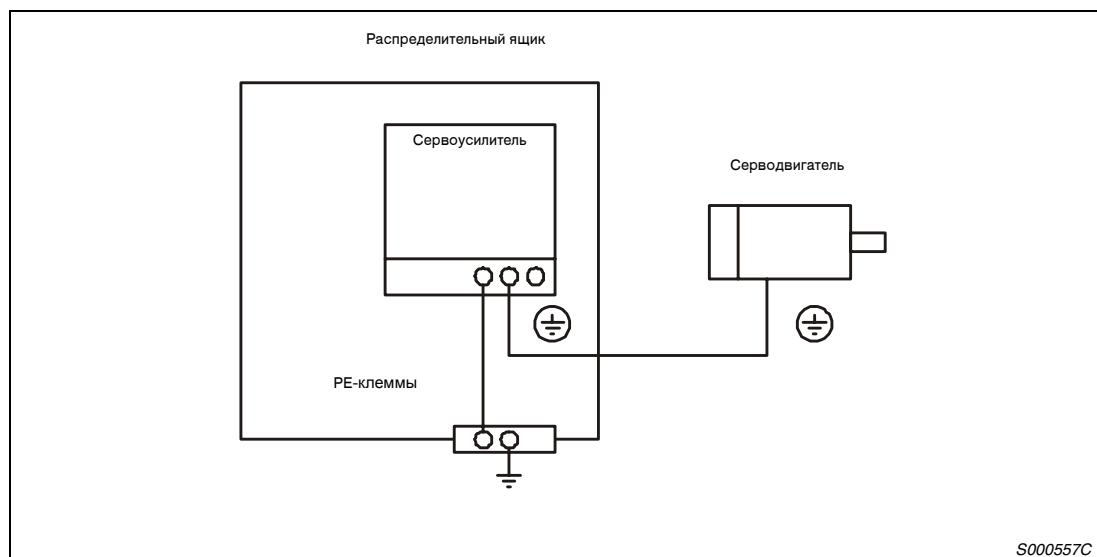

Рис.3-15: Подключение защитного соединения
- Соблюдайте правильность заземления серводвигателя и сервоусилителя. Для избежания электрического удара Вам необходимо соединить клемму защитного заземления (PE) сервоусилителя, обозначенную  $\text{---}$ , с клеммой заземления распределительного ящика.
- ① Подключайте серводвигатели при помощи соответствующих силовых разъемов.
- ② Для заземления подсоедините заземляющий кабель серводвигателя к клемме заземления на сервоусилителе. Одновременно с этим Вы должны заземлить сервоусилитель путем заземления распределительного ящика. См. рис. 3-15.
- ③ При использовании серводвигателя с электромагнитным тормозом, тормоз необходимо подсоединить через внешний источник напряжения 24 В DC.